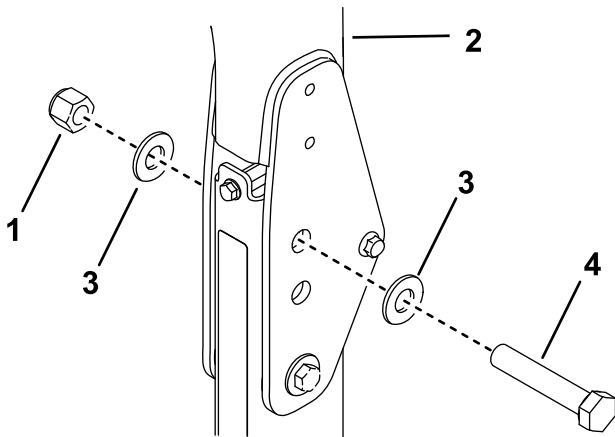

図 37
- 図 37 に示すように、ワッシャ 13/16 x 1 1/2" を各ボルト 3/4 x 4" に組み付ける。
- ピンを抜いた穴に、ボルトとワッシャを取りつける図 37。
- 図 37 のように各ボルトにもう一枚のワッシャを入れ、ナット 3/4" で固定する。